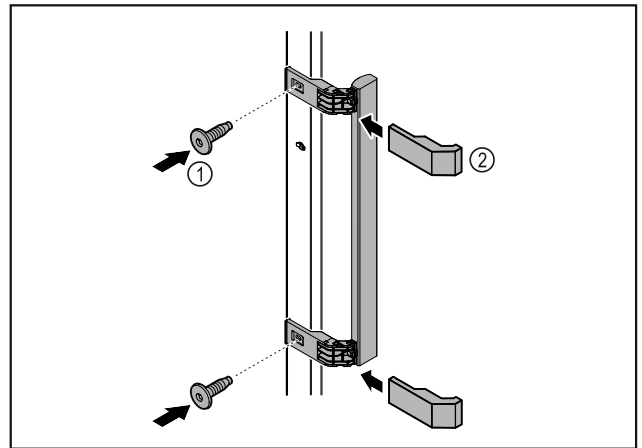

Fig. 8
- Iz paketa vzemite ročaj in ga privijte na vrata s priloženimi vijaki Fig. 8 (1).
- Namestite pokrov Fig. 8 (2).